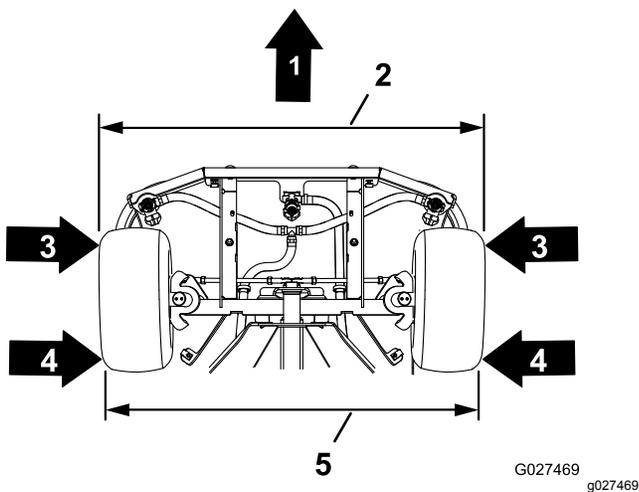

Figure 81
4. Mesurez la distance entre les 2 faces avant des pneus avant, comme montré à la Figure 81.
5. Mesurez la distance entre les 2 faces arrière des pneus avant, comme montré à la Figure 81.